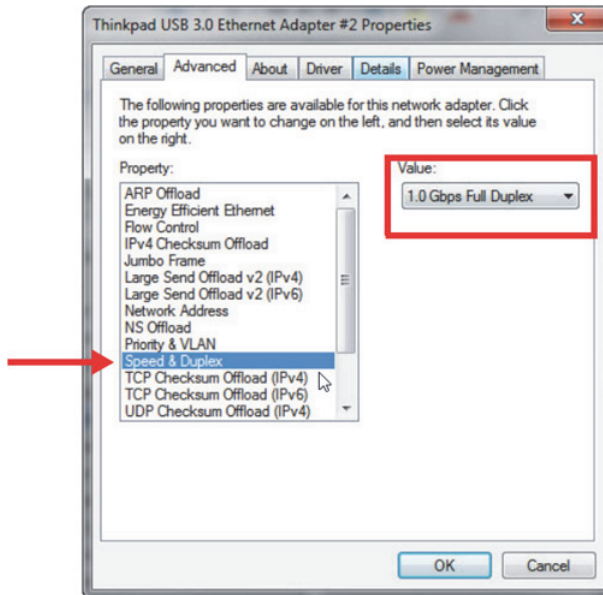

図 7-3 スピード&デュプレックス設定
- **プロパティの詳細タブで速度とデュプレックス**を選択し、**値で 1.0 Gpbs Full Duplex** または **Auto-Negotiation**（74 ページの図 7-3）に変更します。